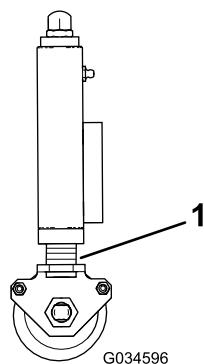

Figure 32
3. Veillez à régler toutes les unités de coupe à la même hauteur en vous aidant des anneaux indicateurs (Figure 32).